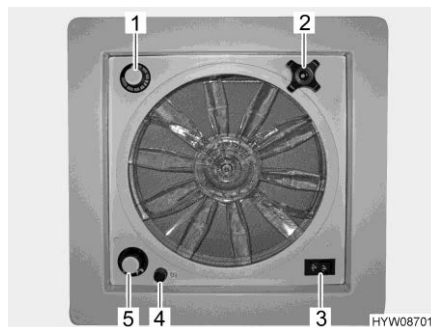

Fig. 70 Oblò con ventilatore
- ▷ Un fusibile da 4 A (Fig. 70,4) protegge da sovraccarico il motore del ventilatore. Se si verifica un sovraccarico: Per prima cosa individuare ed eliminare la causa (ad es. il ventilatore è sporco), poi sostituire il fusibile.
| Apertura oblò: | ■ Ruotare la maniglia girevole (Fig. 70,2), finché non si raggiunge l'angolo di apertura desiderato. |
| Aerazione/sfiato: | ■ Portare l'interruttore a levetta (Fig. 70,3) su "Aerazione" (flusso d'aria dall'esterno verso l'interno) o "Sfiato" (flusso d'aria dall'interno verso l'esterno). |
| Spegnimento del ventilatore: | ■ Portare l'interruttore a levetta (Fig. 70,3) sulla posizione centrale. |
| Impostazione della velocità del ventilatore: | ■ Posizionare l'interruttore girevole (Fig. 70,5) sul grado desiderato:
| Impostazione della temperatura: | ■ Ruotare il termostato (Fig. 70,1) fino alla battuta in direzione "blu".
| Sostituzione del fusibile: | ■ Ruotare il cappuccio nero (Fig. 70,4) di un quarto di giro in senso antiorario.